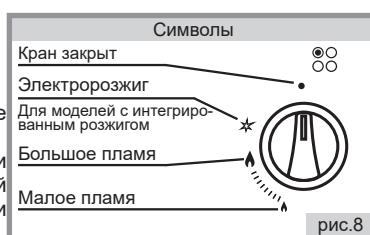

рис.8
- Положение горелок на столе и символы состояния работы горелок схематично изображено (рис.8) возле рукоятки каждого крана на панели управления.